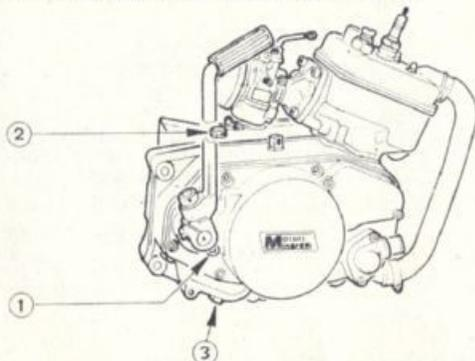

FIG 1 Tappi olio
- 1) Prima di avviare per la prima volta il motore, controllare l'esatto livello dell'olio del cambio che dovrà fuoriuscire dall'apposito foro (n° 1 in fig. 1). Qualora non si verificasse tale condizione, aggiungere attraverso l'apposito foro di caricamento (n° 2 in fig. 1), olio con viscosità appropriata (vedi dati tecnici) fino a che non se ne risconterà la fuoriuscita dal suddetto foro di livello.
- 6) DOPO i primi 500 Km. sostituire l'olio cambio rimuovendo l'apposita vite di scarico posta sotto il motore (n° 3 in fig. 1) e si consiglia di eseguire tale operazione dopo una marcia prolungata in quanto il calore sviluppato durante il funzionamento rende più fluido l'olio agevolandone la fuoriuscita.
- 1) **TOGLIERE** l'olio dal motore rimuovendo l'apposita vite di scarico (n° 3 in fig. 1 pag. 4).